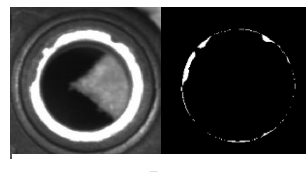

Figure 3 – Insert (à gauche), représentation de la différence par rapport à un modèle (à droite), linéarisation de cette différence (en bas)
- A des inserts ou bornes de puissance qui doivent être exempts de surplus de matière sur leurs parties inférieures et supérieures (voir Figure 3)